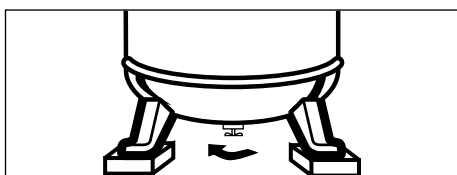

Figure 6 - Ouverture du Robinet de Purge
1. Ouvrir le robinet de purge et faire fonctionner le compresseur pour 60 minutes (Voir la Figure 6).
| Purger le réservoir (Voir la Figure 6)                                | ●                    |         |                    |        |